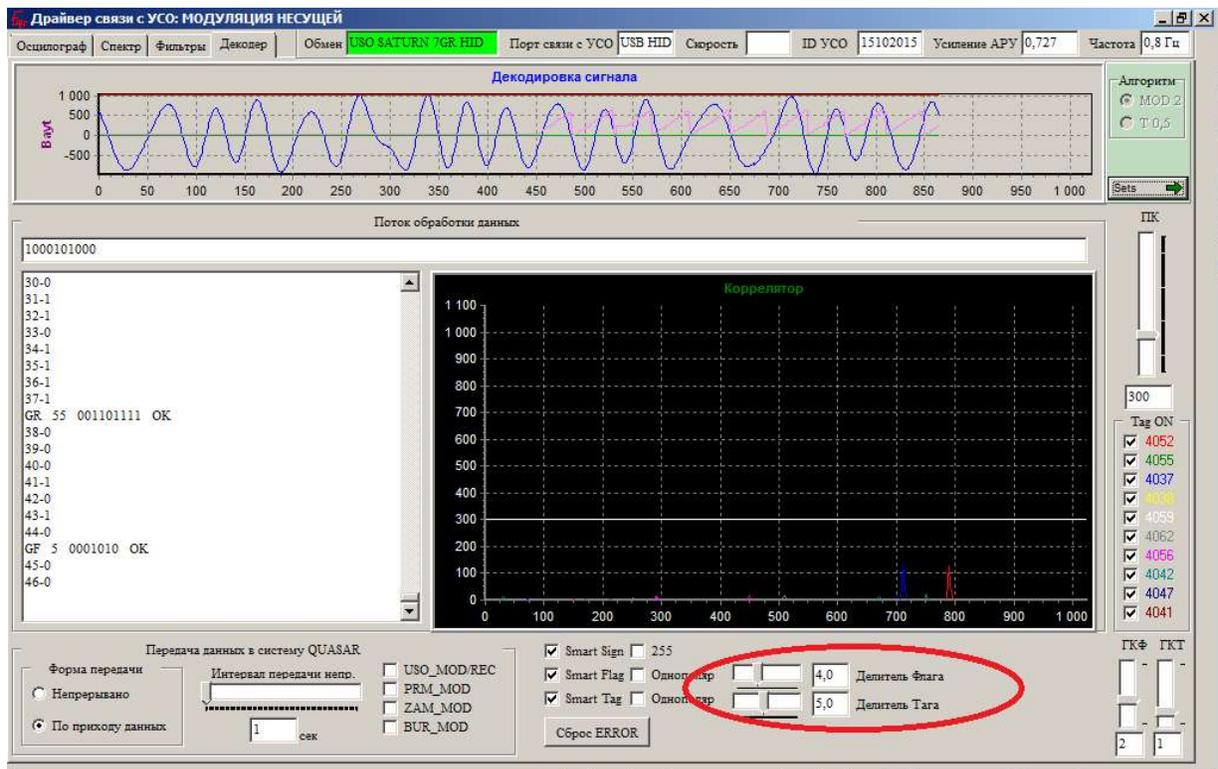

Рисунок 10.26
- Если по сырому сигналу видно, что перепад от ТС есть, сигнал идёт, но флаг не ловится, то необходимо подстройка уровня декодера в соответствии с высотой флага и тага. Так же могут быть сбиты настройки «Делитель флага» и «Делитель тага». При необходимости можно увеличить значения от стандартных (рисунок 10.26).